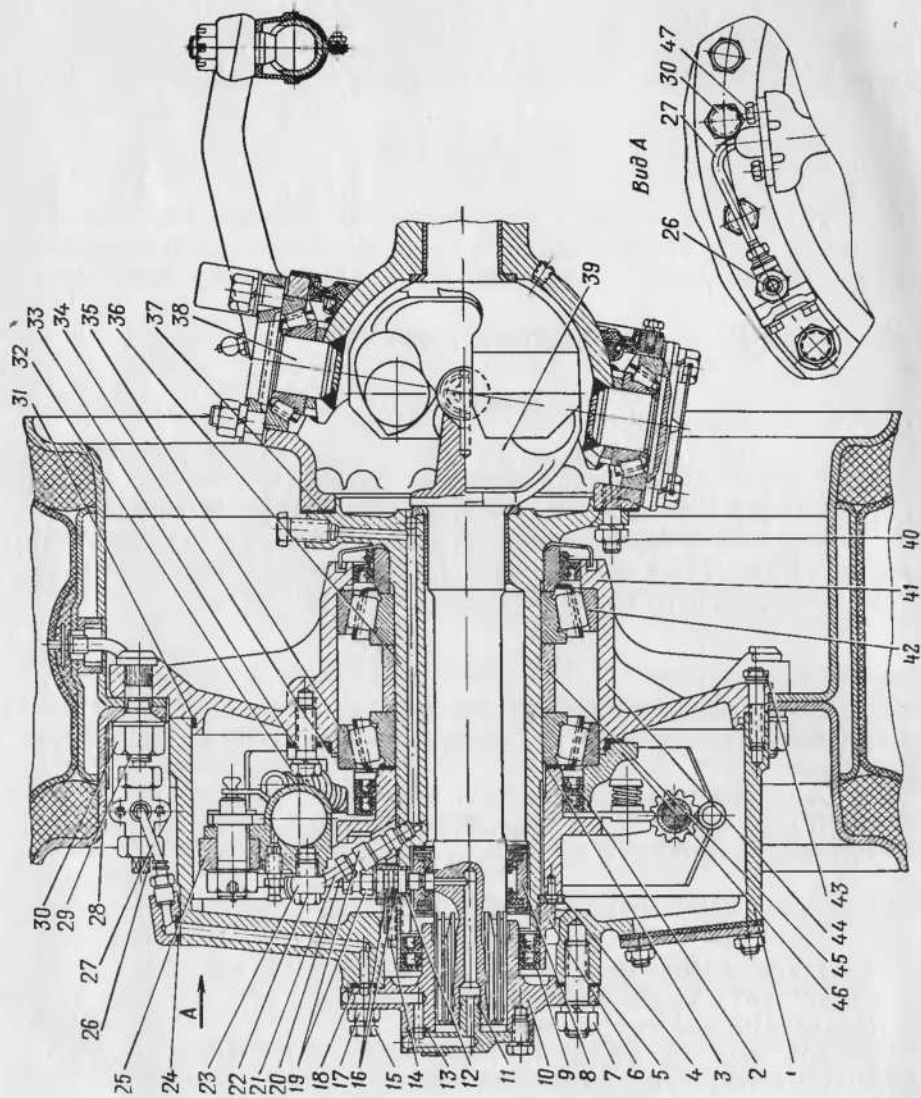

Рис. 1. Привод к передним ведущим колесам:
1. Перекрыть колесный кран 26 (рис. 1).
2. Отвернуть гайки 7 (рис. 1) и спрессовочными болтами 15 выпрессовать и снять ведущий фланец 10 (при снятии ступицы заднего колеса вместо ведущего фланца выпрессовать полуось).
1. Ослабить гайки 30 (рис. 1) крепления колеса.